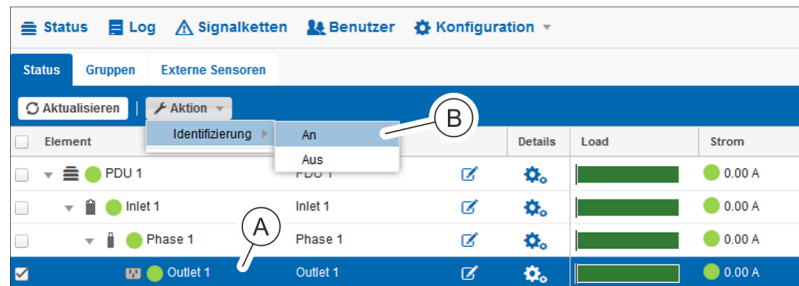

Abb. 105: Menü "Status" – Registerkarte "Status"
3. In der Registerkarte "Status" die gewünschte Steckdose auswählen (Abb. 105/Ⓐ).
4. Über „Aktion → Identifizierung → An“ (Abb. 105/Ⓑ) die Identifizierung der ausgewählten Steckdose einschalten.